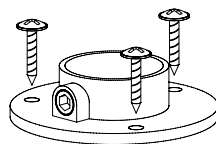

Рис.4
5. При помощи шурупов 3,5х16 прикрутить фланцы к боковинам 8, 9 (Рис.4).